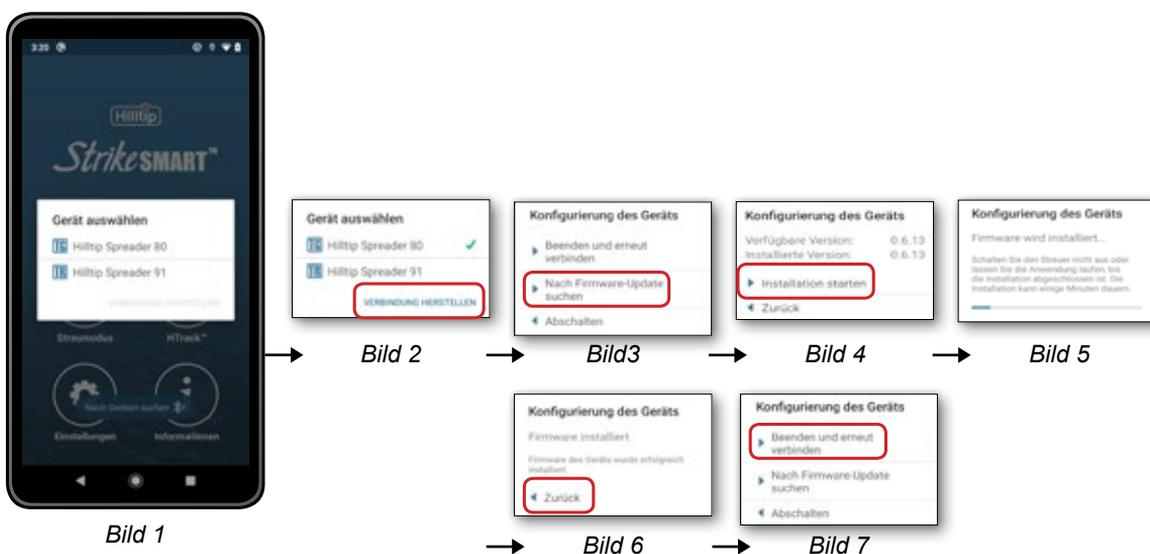
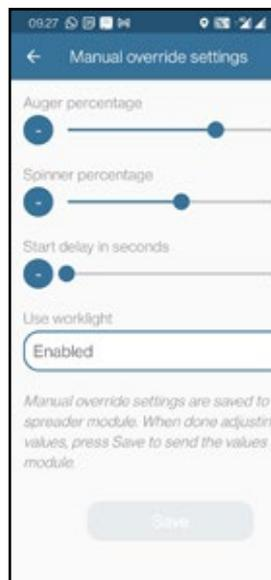

Bild 1
Abbildung 2
4. Wählen Sie ein Gerät (Bild 1) und klicken Sie "Verbindung herstellen" (Bild 2). Eine Konfigurationsfeld erscheint.
4. Wählen Sie ein Gerät (Bild 1) und klicken Sie "Verbindung herstellen" (Bild 2). Eine Konfigurationsbox erscheint.
2. In den Manueller Override-Einstellungen (Abbildung 2) können Sie den Schnecken-Prozentsatz, den Streuteller-Prozentsatz und die Startverzögerung in Sekunden einstellen und zusätzlich auswählen, ob das Arbeitslicht ein- oder ausgeschaltet sein soll.